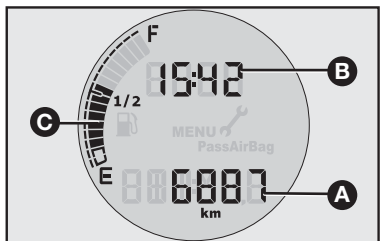

fig. 48
## INFORMAÇÕES NO DISPLAY – fig. 48
- Relógio (**B**–fig. 48).
- Hodômetro total (**A**–fig. 48).
- Indicação do nível de combustível (**C**–fig. 48).